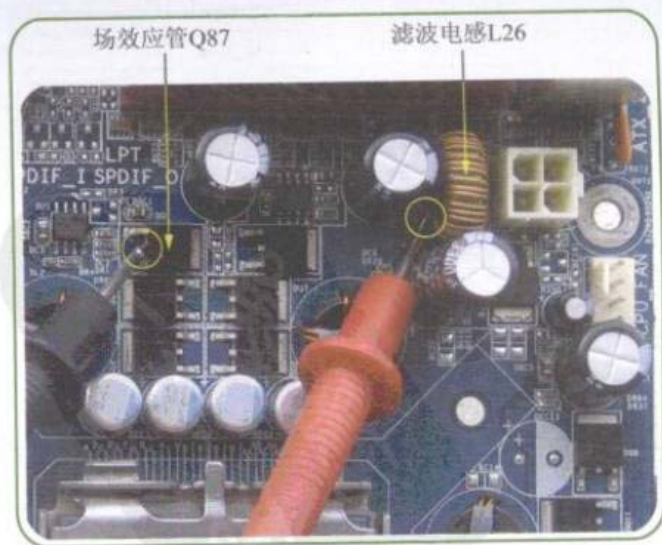

图8-52 测量电感 $L_{26}$ 到高端门场效应管 $Q_{87}$ 的D极的线路
**Step 04** 测量滤波电感 $L_{26}$ 到高端门场效应管 $Q_{87}$ 的D极的线路，如图8-52所示。